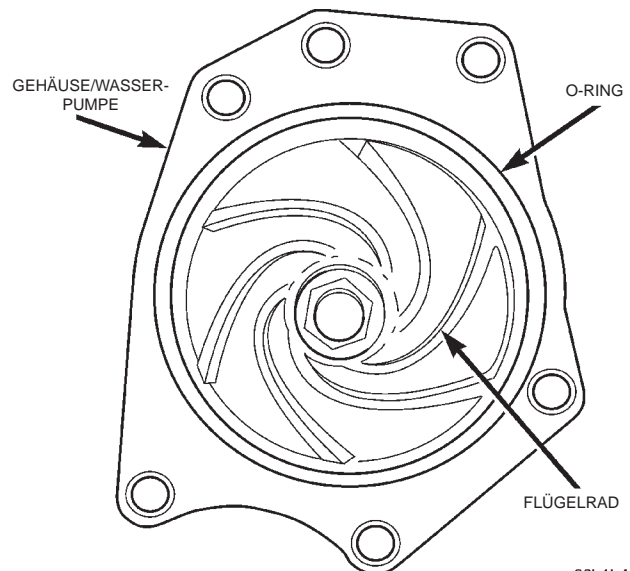

Abb. 19 Gehäuse der Wasserpumpe—3.2L-Motor
(1) Sämtliche Auflageflächen für den O-Ring an der Wasserpumpe und am Steuergehäuse reinigen.
(2) Einen neuen O-Ring an der Wasserpumpe einlegen (Abb. 19). Den O-Ring zur Erleichterung des Einlegens mit Wasser befeuchten.